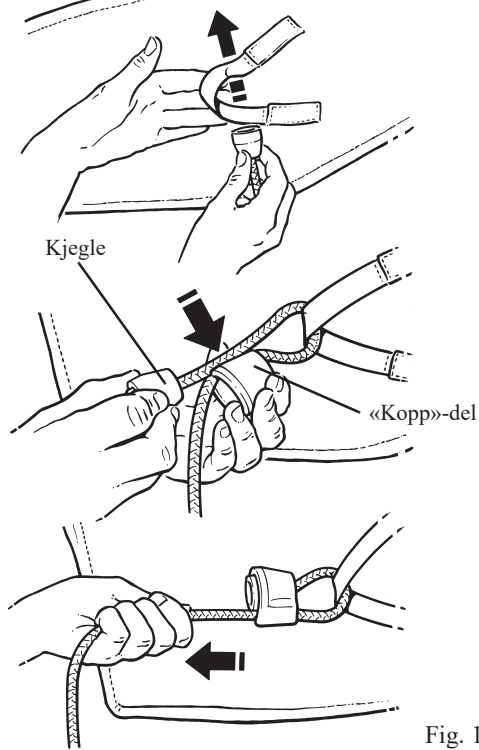
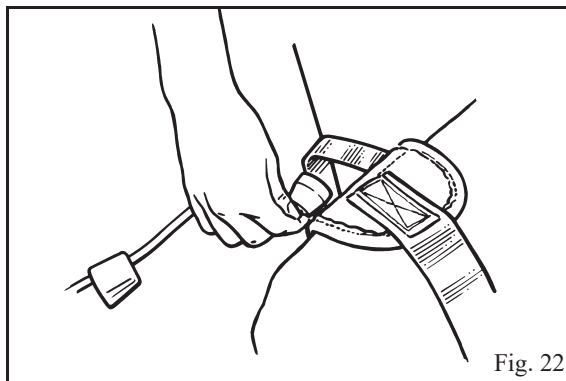

Fig. 17
Fig. 22
**Advarsel:** Kontroller at kjeeglen er strammet ordentlig til i kopp-delen. (Se Fig. 17)
Ta hver festesnor etter tur og fest dem til seilet. (Se Fig. 17)
1. Finn festeremmen på hver benseksjon av seilet, og fest den høyre festesnoren til den venstre remmen, og gjenta på den andre siden. (Se festing av snorene i Fig. 22 og Fig. 17)
1. Finn festeremmene på hver side av seilet, og fest snorene (med borrelås som tidligere vist i Fig. 17). Når begge snorene er festet på korrekt måte, justerer du dem likt slik at de ikke er slakke, men likevel ikke trekker pasienten fremover.
2.  **Advarsel:** Lås festesnorene i låseklemmene. (Se Fig. 17)